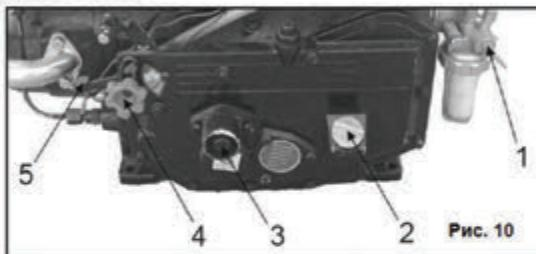

Рис. 10
- Откройте щуп маслоналивной горловины (2)(См. Рис.10).
- Вставьте и закрутите крышку маслоналивной горловины (2)(См. Рис. 10) обратно в картер.
2. Проверьте, что выключатель двигателя (5)(См. Рис.10) находится в положение «Остановка» (OFF).
9. Откройте топливный кран (1)(См. Рис.10).
11. Вставьте пусковую рукоятку в соответствующий ей пусковой вал (3)(См. Рис.10).
12. Переведите ручку управления двигателя (5)(См. Рис. 10) в положение «Движение» (Пуск, RUN).
- Переведите ручку управления двигателем (5)(См. Рис. 10) в положение «Остановка» (Стоп, STOP).
- Переведите топливный кран (1)(См. Рис. 10) в положение «Закрыто» (CLOSE).